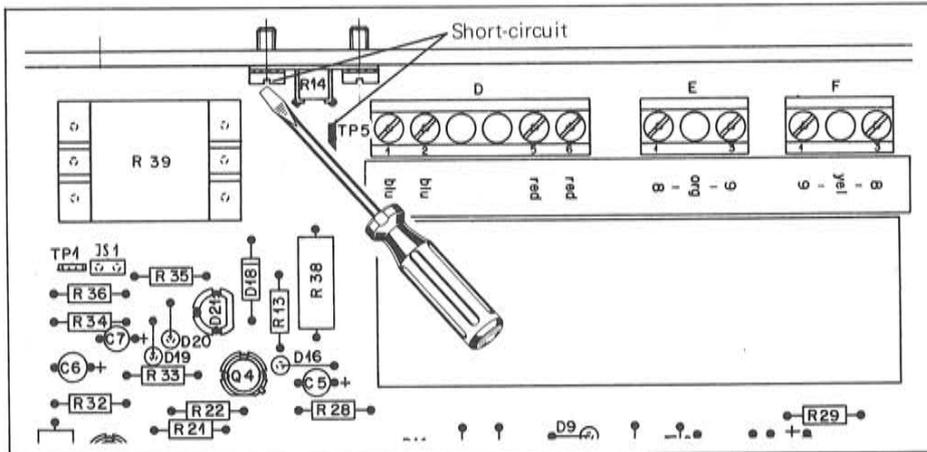

Fig. 2.1.1
- Auf Netzteil 1.068.734 mit Schraubenzieher zwischen TP5 und +12 V sofort kurzschließen (siehe Fig. 2.1.1). Es ist dabei ein merklicher Stoss im Schraubenzieher zu verzeichnen.
- Create an electrical connection (using a screwdriver) between TP5 and +12 V in the power supply 1.068.734 as indicated in figure 2.1.1. After having made this connection, a distinct vibration (mechanical shock) will be felt through the screwdriver.
- A l'aide d'un tournevis, établir un contact entre TP5 et +12 V (voir fig. 2.1.1); au moment du court-circuit, il se produira une secousse sur le tournevis.